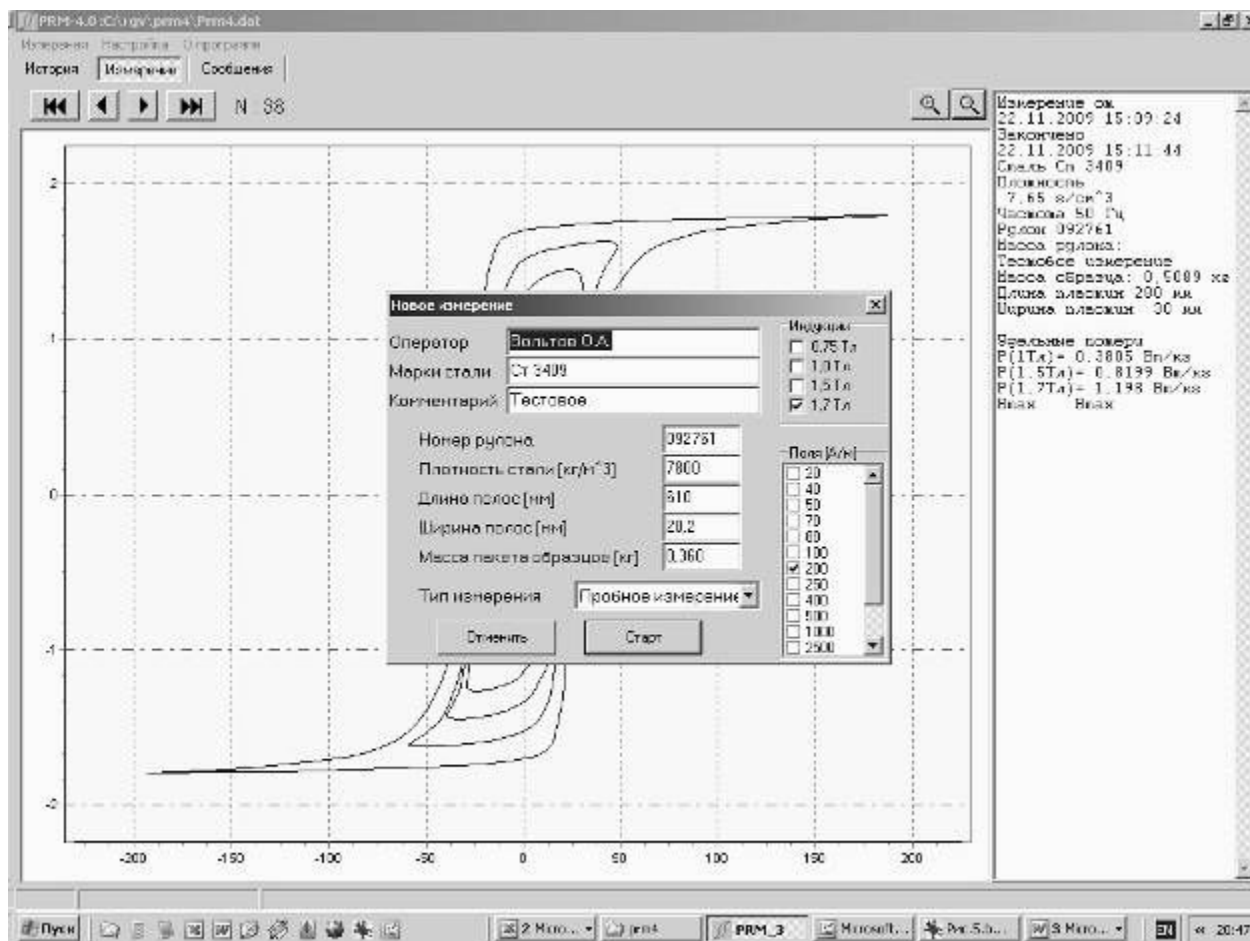

Рис.3 Окно "Измерения\Новое измерение"
2.3.2.5 Кнопка "Новое Измерение" открывает поверх основного окна окно для выбора и ввода исходных данных (рис.3).